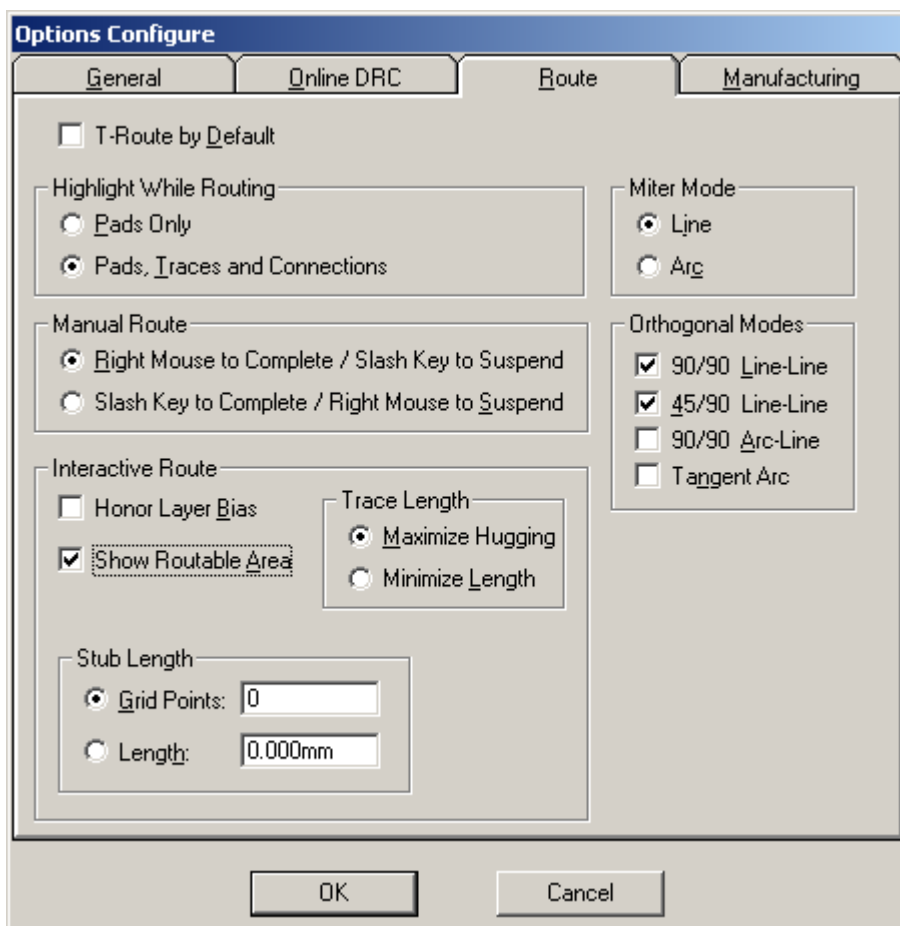

Рис. 4 Окно команды **Options Configure**, вкладка **Route**
- 2.6 Перейдите на вкладку **Route** для настройки параметров трассировки (рис. 4).
- 2.7 Установите все флажки так, как показано на рис. 4.